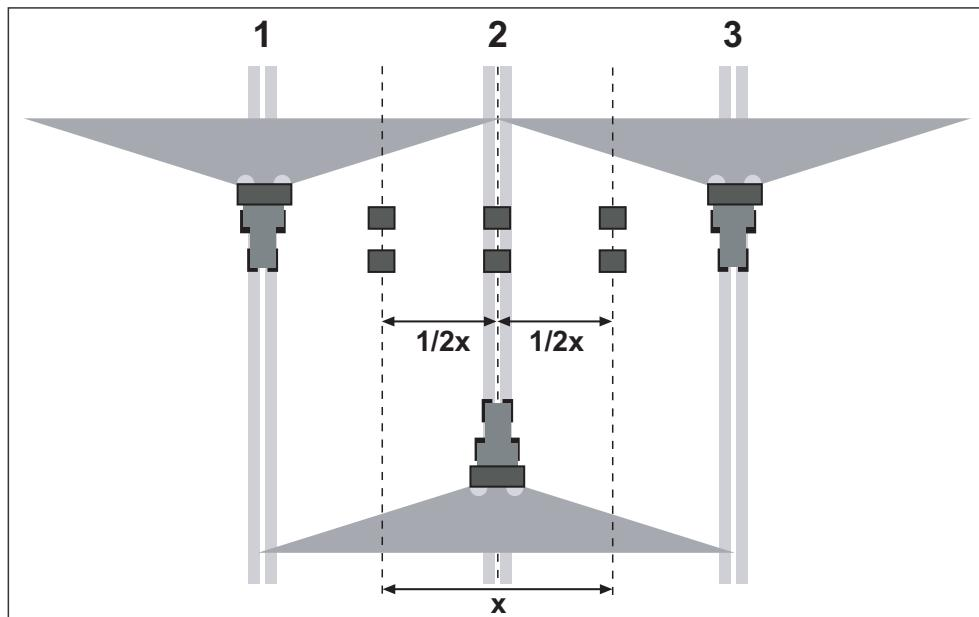

Рисунок 7.24: Установка для трех проходов
- Установите по два поддона на расстоянии 1 м друг за другом в зонах перекрытия и в центральной технологической колее (согласно Рис. 7.24).